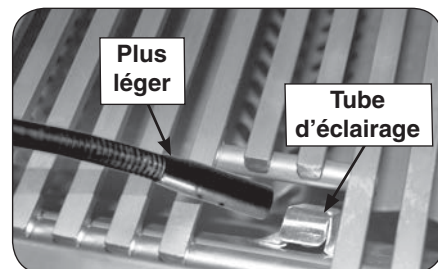

Fig. 26-2 - Éclairage manuel
2. Passez un allumeur brûlant de butane de long-baril ou une allumette brûlante de long-tige dans la grille à cuire s'ouvrant au dessus du tube d'éclairage. (Fig. 26-2). Pour des backburners, tenez la flamme contre le surface du backburner. Pour des sideburners, tenez la flamme contre le brûleur.
4. Si le brûleur ne se allume pas dans les cinq (5) secondes de tourner le bouton de commande, enfoncez immédiatement le bouton et tournez la valve à AU LOIN. ATTENDEZ CINQ (5) MINUTES avant de répéter les étapes 2 à 4 des instructions manuelles d'éclairage.